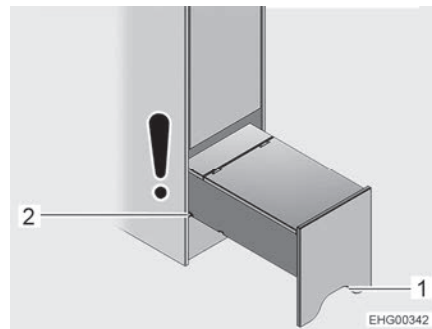

Bild 95 Aufstiegshilfe (ganz herausgezogen)
- Aufstiegshilfe am Ausschnitt (Bild 95,1) greifen, leicht anheben und bis zur zweiten Nut (Bild 95,2) herausziehen.